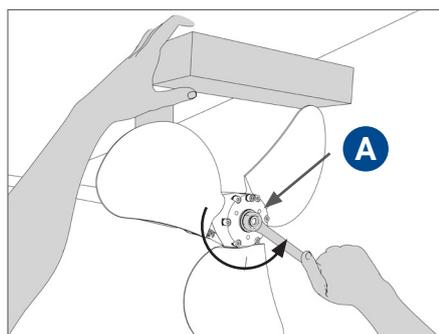

ABB. 35 | Lösen der Spannmutter „A“
- Stellen Sie sicher, dass sich die Propellerwelle nicht drehen kann, indem Sie den Gang einlegen, wenn der Motor abgestellt ist, oder indem Sie die Welle anderweitig blockieren. Um ein Verbiegen der Propellerblätter beim Herausdrehen zu vermeiden, drehen Sie die Blätter vorsichtshalber in die Schubposition (nicht in Segelstellung) und blockieren Sie die Drehung mit einem Holzkeil zwischen dem Propellerblatt und dem Bootsumpf. (Abb. 35).
- Lösen Sie die Spannmutter **A** gegen den Uhrzeigersinn (Abb. 35); beim Abschrauben wird der Propeller automatisch aus dem Konus der Propellerwelle oder der Saildrive-Welle abgezogen.